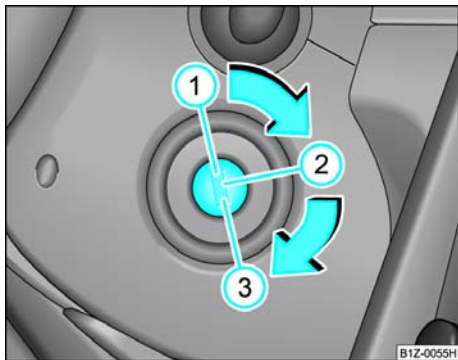

图96
- 一点火钥匙转到位置“3”（参见 1-71 页图 96），启动发动机。
— 点火钥匙转至位置“1”(参见 1-71 页图 96)。